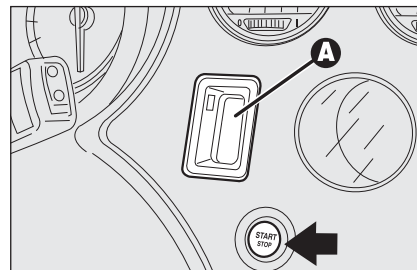

fig. 14
- ❑ lettore **A-fig. 14** della chiave elettronica (ubicato di fianco al volante);